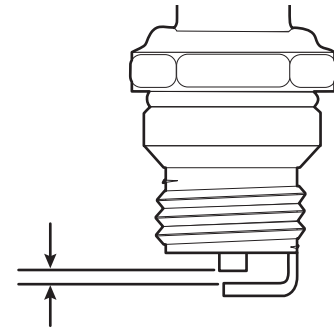

Fig. 22
4. Utilisez une jauge d'épaisseur pour régler l'écartement à **0,635 mm (0,025 po.)** (Fig. 22).